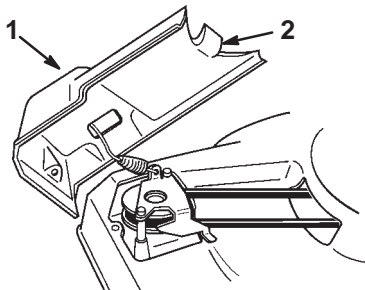

Figure 21
1. Enlevez la vis du carter de courroie, repoussez le carter en arrière en décrochant la languette située à l'avant et engagée dans l'ouverture de la tondeuse (Fig. 21).
2. Inclinez le carter de côté et enlevez les débris collés dessous et dans la gorge de la poulie (Fig. 21).